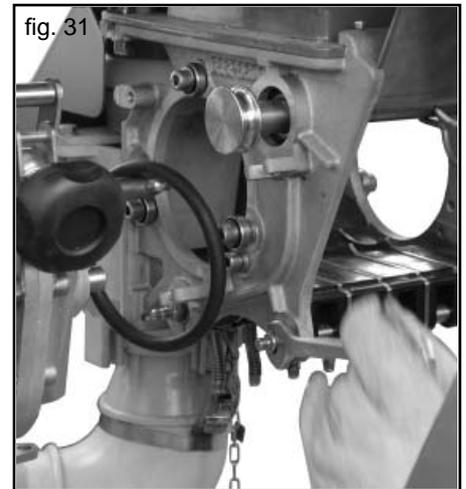

fig. 31
- 1) Zum Ausbau der Bodenklappe mit Schluessel 13mm die 4 Muttern der Achsen (vorne und hinten) (Abb. 31) soweit loesen.